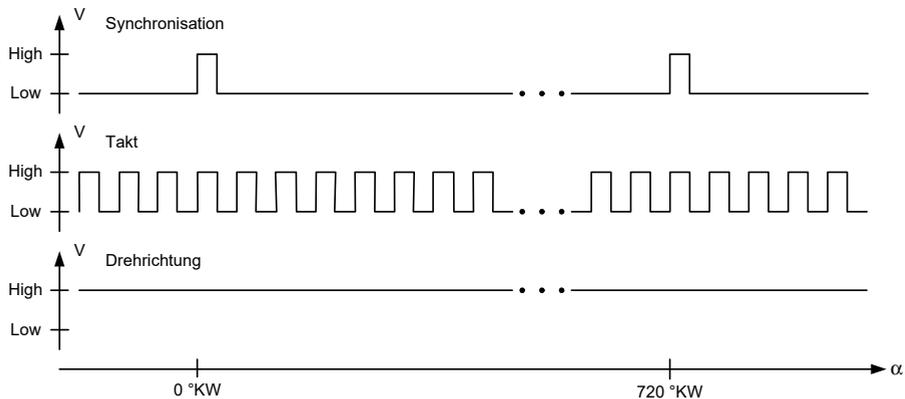

Abb. 2-3 Die drei Bestandteile des Kurbelwellenwinkel-taktsignals
Dieses Kurbelwellenwinkel-taktsignal besteht aus drei Teilen (siehe Abb. 2-3):
- Winkeltakt-Synchronisationssignal (0° KW Triggersignal, siehe Abb. 2-3 auf Seite 13)